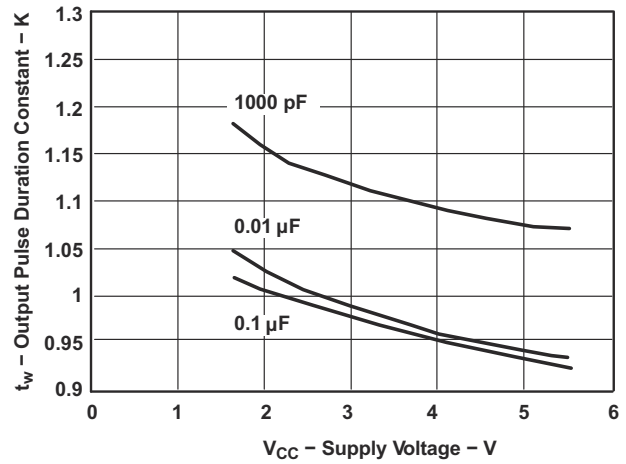

图 4-2. 输出脉冲持续时间常数与电源电压的关系
- 电阻值由脉冲长度方程 ($t_w = K \times R \times C$) 计算得出。重新排列项后， $R = t_w / (K \times C)$ 。根据图 4-2 可知，当 $C = 0.1\mu F$ 、 $V_{CC} = 5V$ 时， $K = 0.925$ 。脉冲宽度的范围为 $1-25ms$ ，因此将给出一系列 R 值以进行匹配。 $10.8k\Omega < R < 270k\Omega$ 。选择 $100k\Omega$ 是因为它已经在我们的上拉电阻器材料清单中，并且会产生 $9.25ms$ 的输出脉冲。
- 电阻值由脉冲长度方程 ($t_w = K \times R \times C$) 计算得出。重新排列项后， $R = t_w / (K \times C)$ 。根据图 4-2 可知，当 $C = 0.1\mu\text{F}$ 、 $V_{CC} = 5\text{V}$ 时， $K = 0.925$ 。脉冲宽度的范围为 1-2ms，因此将给出一系列 R 值以进行匹配。 $10.8\text{k}\Omega < R < 21.6\text{k}\Omega$ 。选择 $12\text{k}\Omega$ 是因为它是标准的 5% 电阻器值，产生的脉冲长度为 1.11ms。